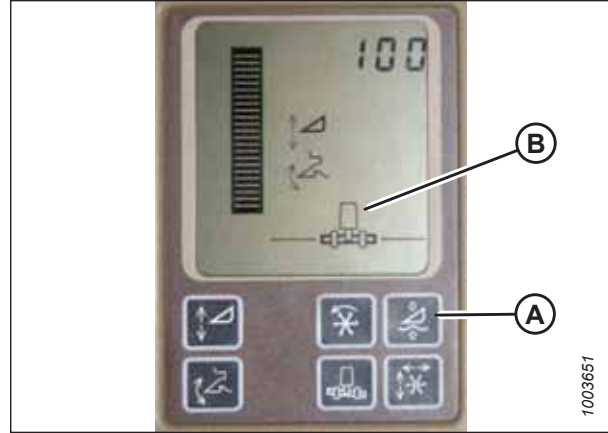

Figure 3.441: Affichage des moissonneuses-batteuses John Deere
N'utilisez **PAS** la fonction de flottement de plateforme active (A) en combinaison avec le contrôle de hauteur automatique de la plateforme (CHAP) MacDon – les deux systèmes vont se neutraliser l'un l'autre. Le symbole de la plateforme (B) sur l'écran ne doit **PAS** être souligné d'une ligne ondulée et doit apparaître exactement comme indiqué dans l'affichage de la commande de la plateforme active à la figure 3.441, page 282.